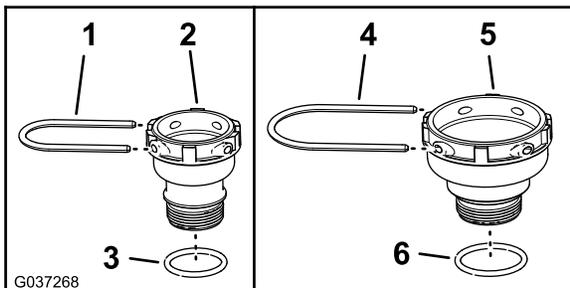

Bild 4
2. Befestigen Sie den O-Ring 1/2" x 1-13/16" (38 x 46 mm) auf dem Anschlussstück 1/4" (31,8 mm), wie in Bild 4 dargestellt.
3. Befestigen Sie den O-Ring 1 3/4" x 2-3/32" (45 x 53 mm) auf dem Anschlussstück 1/2" (31,8 mm), wie in Bild 4 dargestellt.